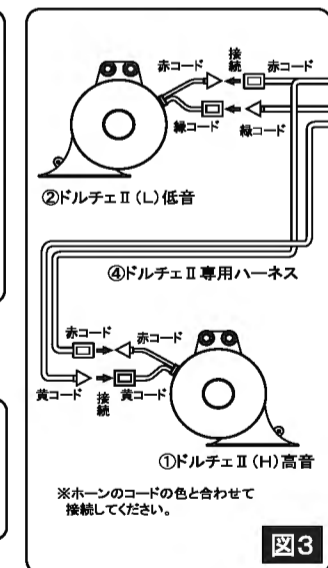

図3
- ④ ドルチェII専用ハーネスの赤、緑、黄コードをドルチェIIの同色の各コードに接続してください。(図3参照)